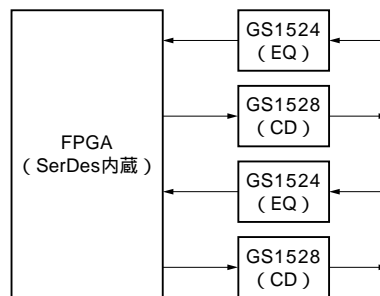

図3 2チャンネルのハイビジョン信号を送受信するブロックの構成
1.5Gbps 以上の高速シリアル・インターフェース・ブロック( マルチギガビット・トランシーバ・ブロック)を搭載する FPGA として、米国 Altera 社の Stratix GX/Stratix GX シリーズや米国 Xilinx 社の Virtex- Pro/Virtex-4 シリーズなどがあります。こうした高速 SerDes 内蔵の FPGA を利用する方法は、チップ数や専用チップにかかるコスト、基板上の専有面積、基板設計、ユーザ論理との統合、複数チャンネルの構成などを考慮すると、もっともスマートかもしれません。ただし、FPGA のマルチギガビット・トランシーバ専用端子からの入出力は、通常、差動信号になっており、HD-SDI の同軸ケーブルによる不平衡伝送やドライブ能力などの問題から、出力は別途、ケーブル・ドライバなどを使ってバッファする必要があります。また、入力にはケーブル・イコライザなどを使って信号補償した後に、差動信号で入力する必要があります。HDTV 機器とのインターフェースとしては、FPGA 以外にはケーブル・イコライザとケーブル・ドライバだけという構成になります( 図3)。